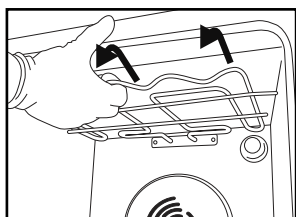
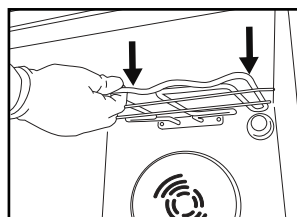

Fig. 3
Fig. 4
2. Trekk varmeelementet litt ut (Fig. 3) og senk det (Fig. 4).